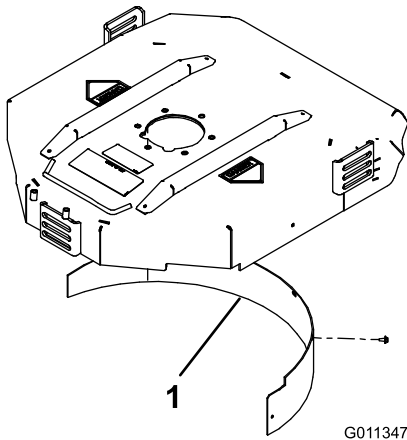

図 19
2. 後部の取り付け穴にマルチング・バッフルを取り付け、フランジ・ヘッド・ボルト5本で固定する図 19。